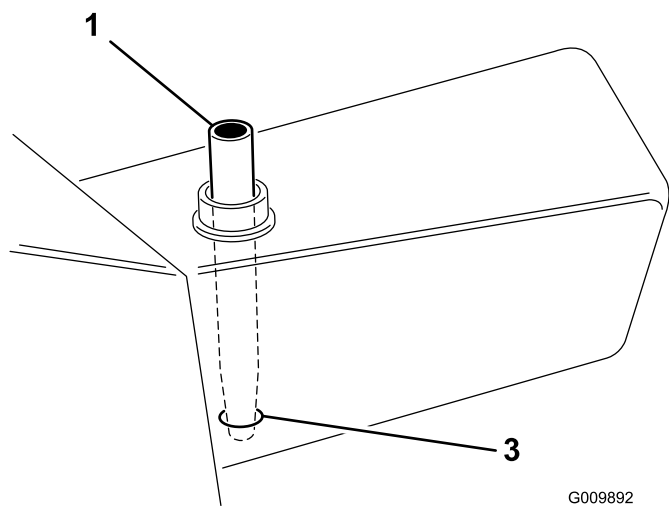

図 60
2. フィルタのみの交換であれば、キャップをはずし、タンク・プラグ (図 60) を差し込んでオイル出口を塞ぐ。これにより、交換作業中にタンクからオイルが抜けないようになる。